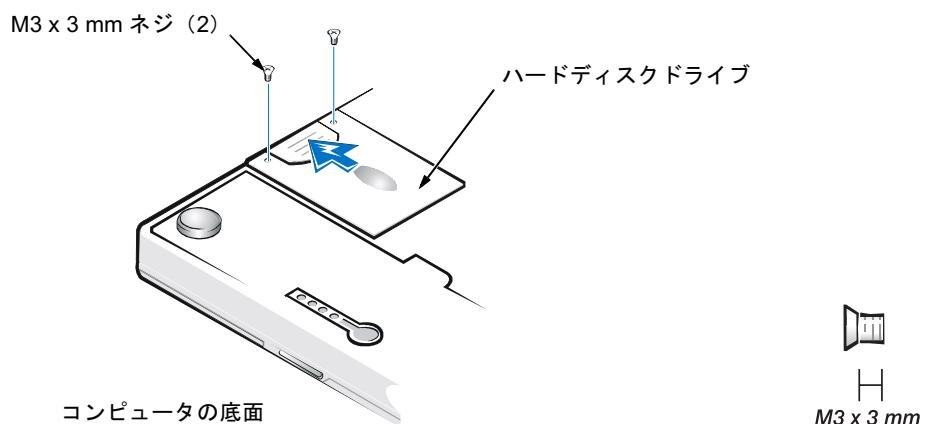

図 6 ハードディスクドライブアセンブリの取り外し
| 図 6 | ハードディスクドライブアセンブリの取り外し | 8 |
1. コンピュータを裏返しにしてハードディスクドライブドアの底面から2本のM3 x 3 mmネジを取り外します（図6参照）。